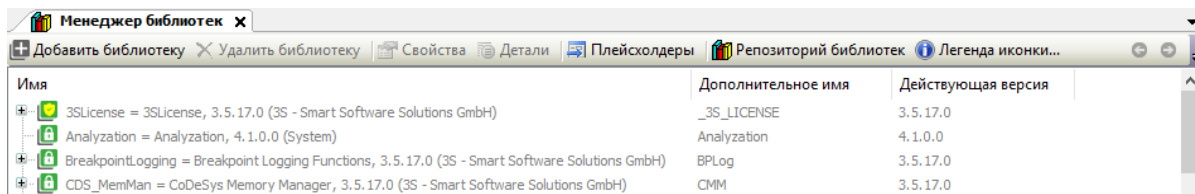

Рисунок 2.2 – Вкладка «Репозиторий библиотек»
4.2. Нажать на надпись «Репозиторий библиотек» (рисунок 2.2).